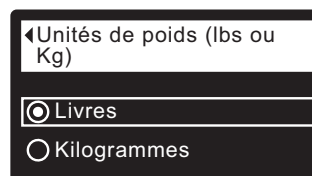

FIG. 63
5. Appuyez sur le sélecteur (O) pour afficher le menu des unités de poids (cf. Figure 63).
6. Si le cercle vis-à-vis de l'unité souhaitée a déjà un point (cf. Figure 63), passez à l'étape 7. Sinon, appuyez sur le bouton BAS (▼) ou HAUT (▲) pour passer à l'autre unité, puis sur le sélecteur (O) pour confirmer votre choix.
7. Appuyez sur le sélecteur (O) : l'afficheur revient au menu des préférences utilisateur.